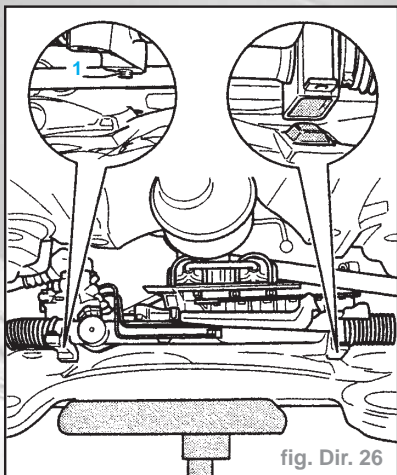

fig. Dir. 26
- La douille fileté (1) doit être positionnée dans l'alésage du berceau (fig. Dir. 26).